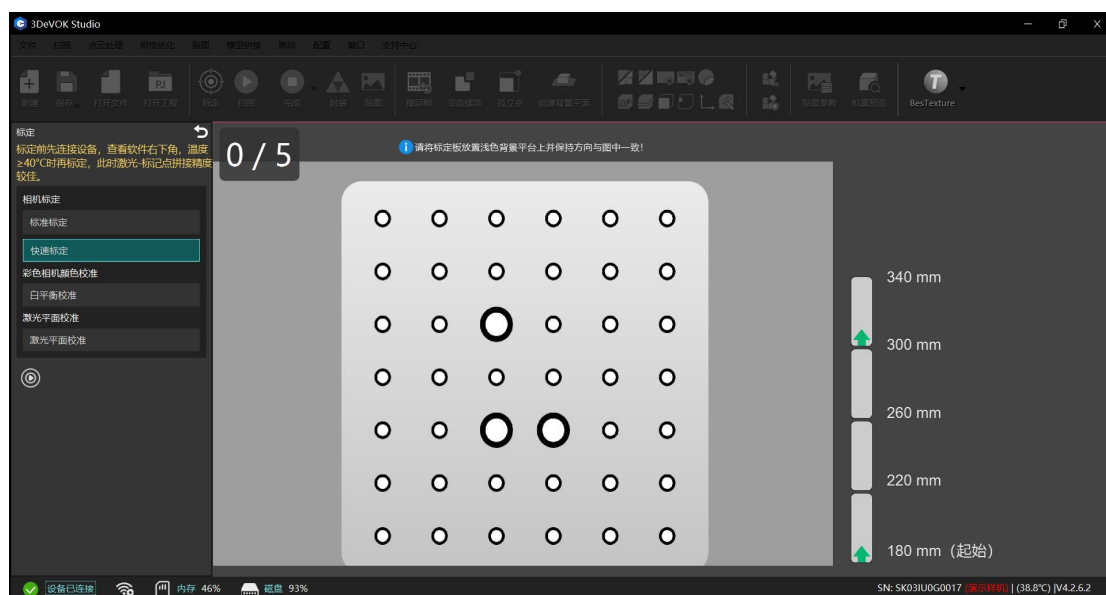

图 6-4 快速标定软件截图示意图
2、点击 ，选择“快速标定”，按照指引步骤进行标定（如下图 6-4 所示）。